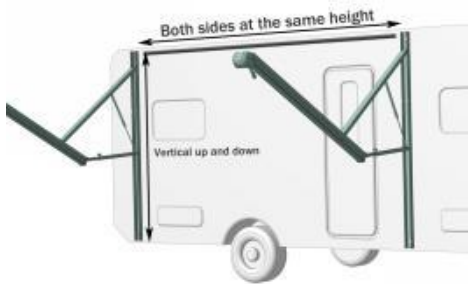

Figura D7
3.3 Utilice el tornillo C para fijar los brazos plegables de presión de aire en ambos extremos. Atención: El brazo plegable debe estar en posición vertical, tanto hacia arriba como hacia abajo, y ambos brazos deben estar a la misma altura horizontal (Figura D7).